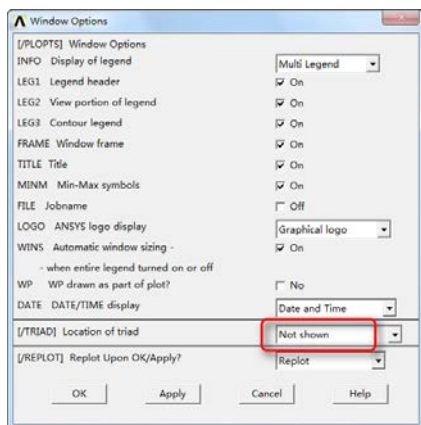

图 8-4 “Window Options”对话框
③关闭三角坐标符号：Utility Menu > PlotCtrls > Window Controls > Window options，弹出如图 8-4 所示的“Window Options”对话框，在“Location of triad”下拉式选择框中，选择“Not shown”，单击“OK”按钮。